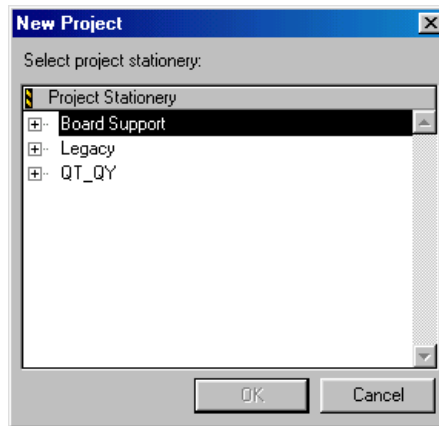

Figura 27 – Caixa de diálogo **NEW PROJECT**
- E. Clique em **OK** e prossiga com a caixa de diálogos **New Project** (Figura 27).